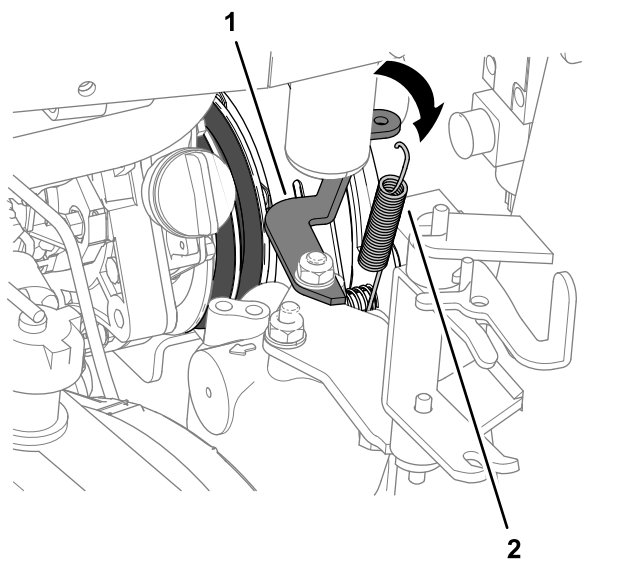

Рисунок 90
5. На стороне радиатора отсоедините пружину демпфера муфты от кронштейна пружины (Рисунок 90).
4. Зацепите пружину демпфера муфты между внутренним болтом пластины муфты и кронштейном пружины; см. Рисунок 90 в разделе Снятие ремней механизма отбора мощности \(страница 73\).